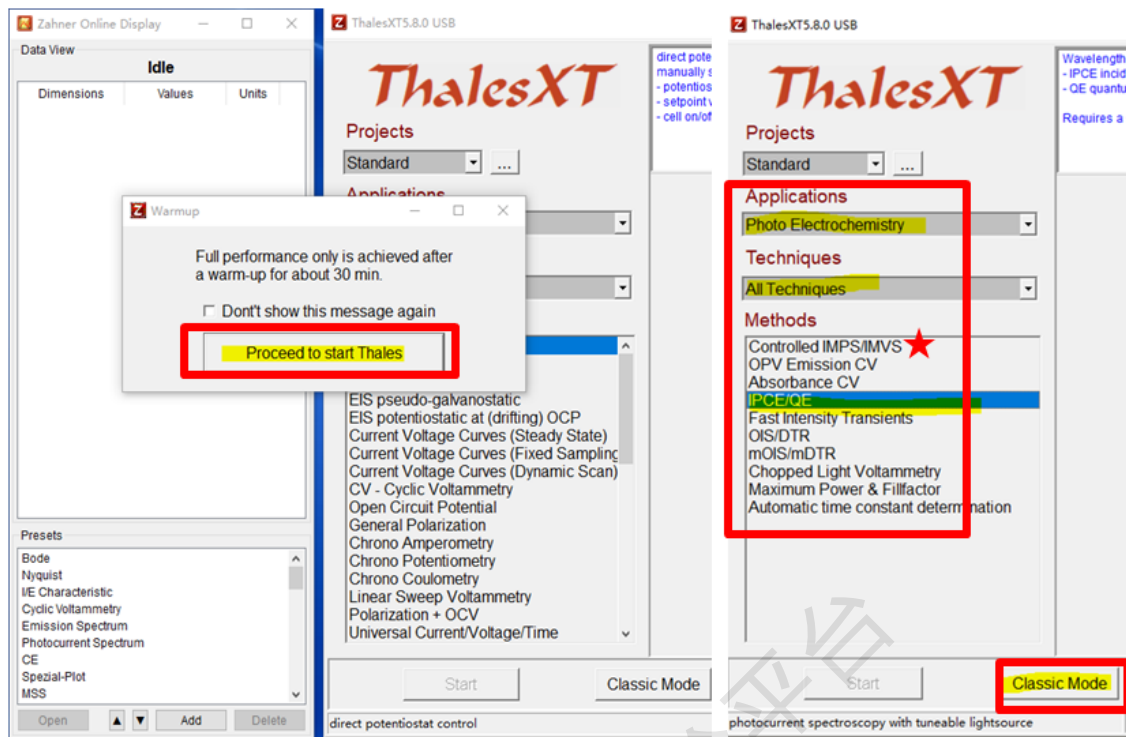

图 6-35
4. 打开软件: 打开 Thales XT 软件 , 确认已经预热 30 分钟, 点击 Proceed to start Thales (图 6-35)。